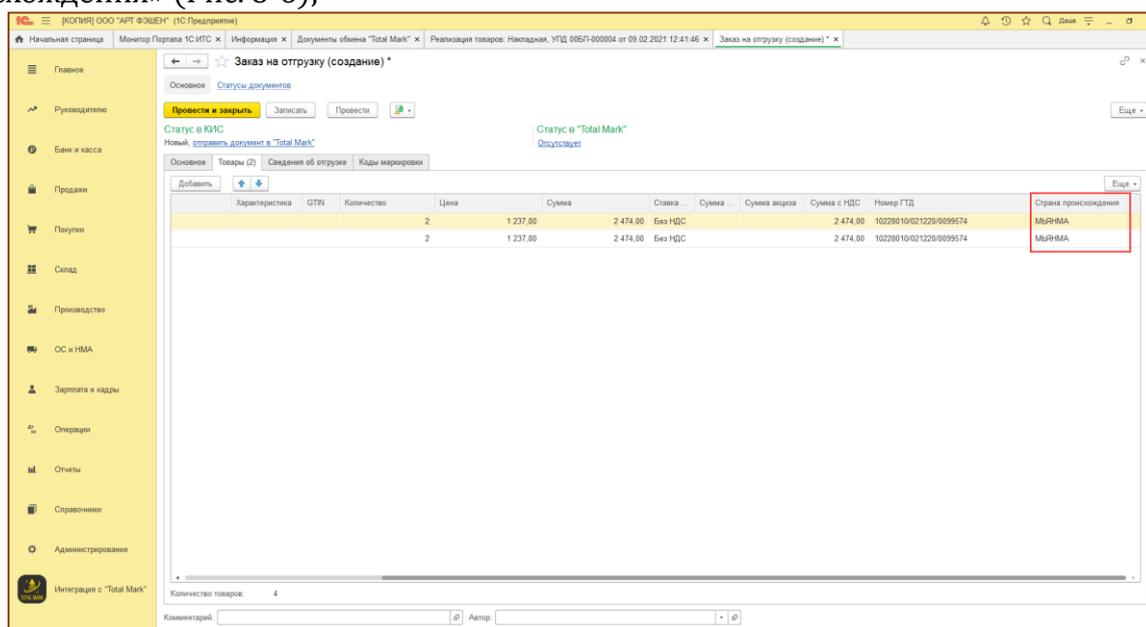

Рис. 8-6 - Создание Заказа на отгрузку в 1С: БП
- Если в Заказе на отгрузку указана Страна происхождения, то в классификаторе Стран 1С: TotalMark она также должна присутствовать. Если классификатор не обновлен, то в Заказе лучше очистить поле «Страна происхождения» (Рис. 8-6);